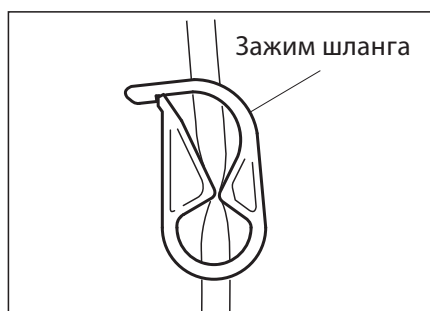

Рис. 8
- 1) Зафиксируйте зажим шланга между иглой и помпой (Рис. 8)